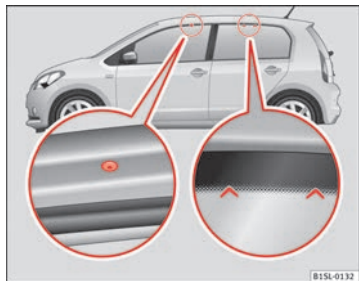

Fig. 72 Pontos de fixação dos suportes básicos e do porta-bagagens do tejadilho.
Os orifícios para a fixação dianteira encontram-se na parte inferior das longarinas do tecto e estão tapados com parafusos de plástico ⇒ Fig. 72 (imagem ampliada do lado esquerdo). Os orifícios apenas se podem ver com a porta aberta. As marcas para a fixação na parte posterior encontram-se na parte superior das janelas laterais traseiras ⇒ Fig. 72 (imagem ampliada do lado direito).
- O suporte básico deve fixar-se exclusivamente nos pontos indicados na ilustração ⇒ Fig. 72.